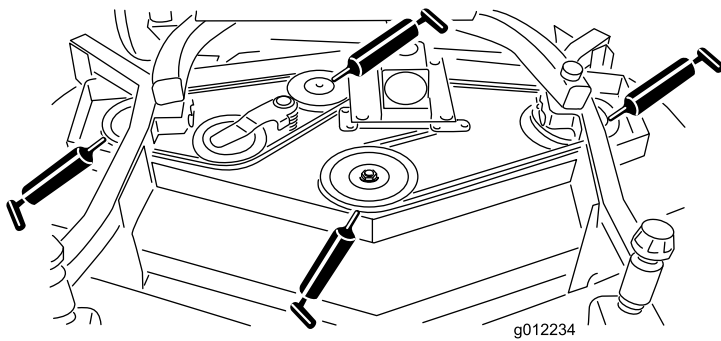

Figura 16
- Cojinetes del eje (3) (situados debajo de la polea) (Figura 16).
- Cojinetes del eje del brazo tensor (Figura 16)